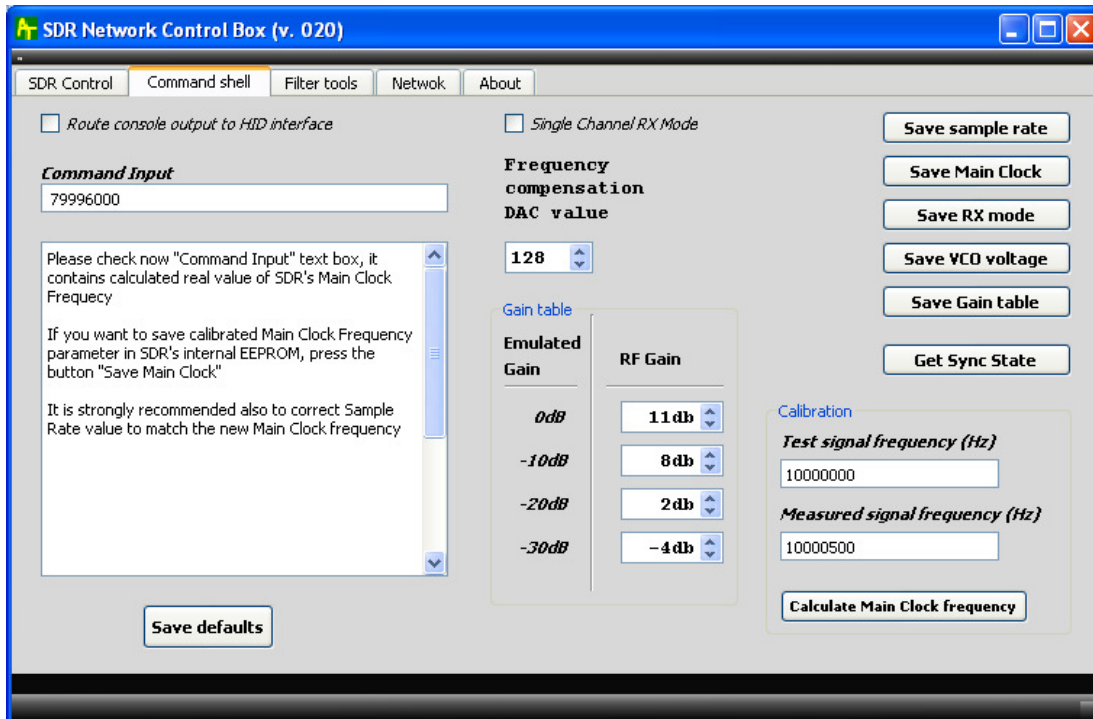

Figure 5
- 3.2.13. Группа элементов **«Calibration»** - (см. Figure 5 and 6), предназначена для калибровки (вычисления) уточненного значения частоты опорного генератора. Процедура калибровки довольно простая.